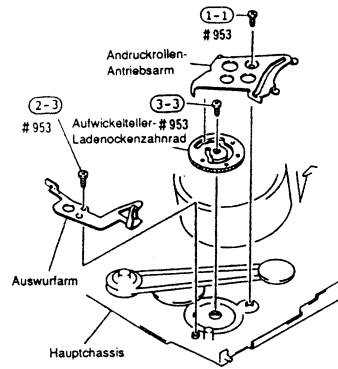

Abb. 2-70
- 1) Eine (1) Befestigungsschraube des Andruckrollen-Antriebsarms entfernen (siehe Abb. 2-70).
- 3) Eine (1) Befestigungsschraube des Auswurfarms entfernen (siehe Abb. 2-70).
- 3) Eine (1) Befestigungsschraube des Aufwickelteller-Ladenockenzahnrades entfernen (siehe Abb. 2-70).